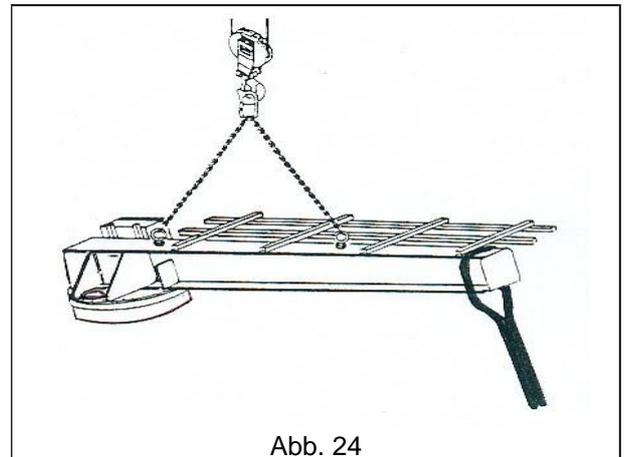

Abb. 24
4. Schwankungen und Schaukelbewegungen vermeiden und, falls nötig, das Gleichgewicht mithilfe eines am Auslegerende befestigten Seils halten. (Abb. 24)